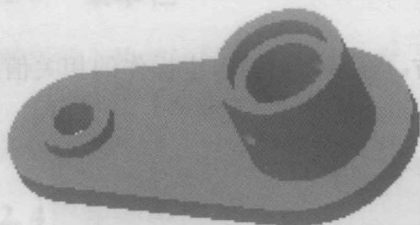

图 1-8 【着色】显示方式
- (3) 【着色】显示方式：以实体形式显示，所有边线不可见，如图 1-8 所示；